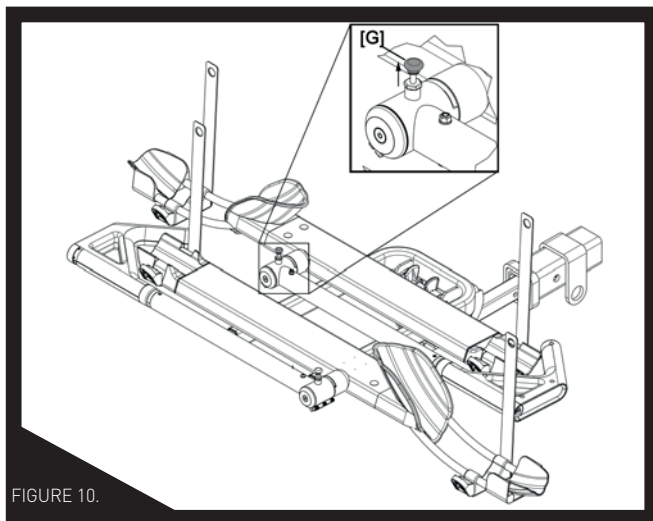
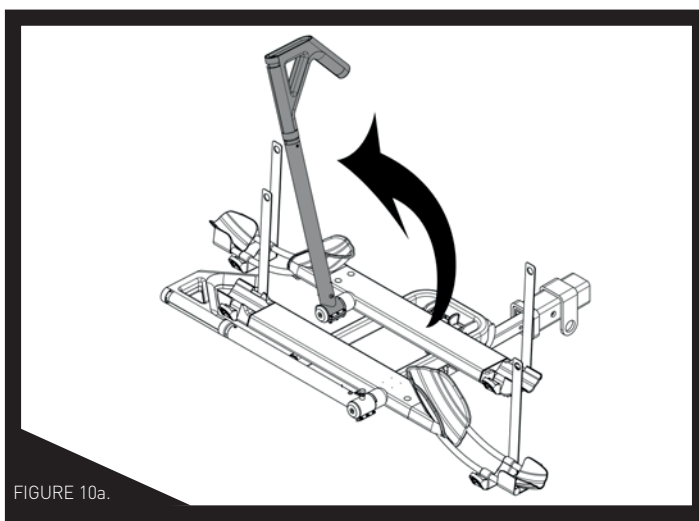

FIGURE 10.
FIGURE 10a.
**ÉTAPE 7 :** Soulevez le bras de longeron du vélo, soulevez la goupille de traction [G] comme illustré à la Fig. 10, tout en faisant tourner le bras du longeron jusqu'à sa position avant complète, Fig. 10a.